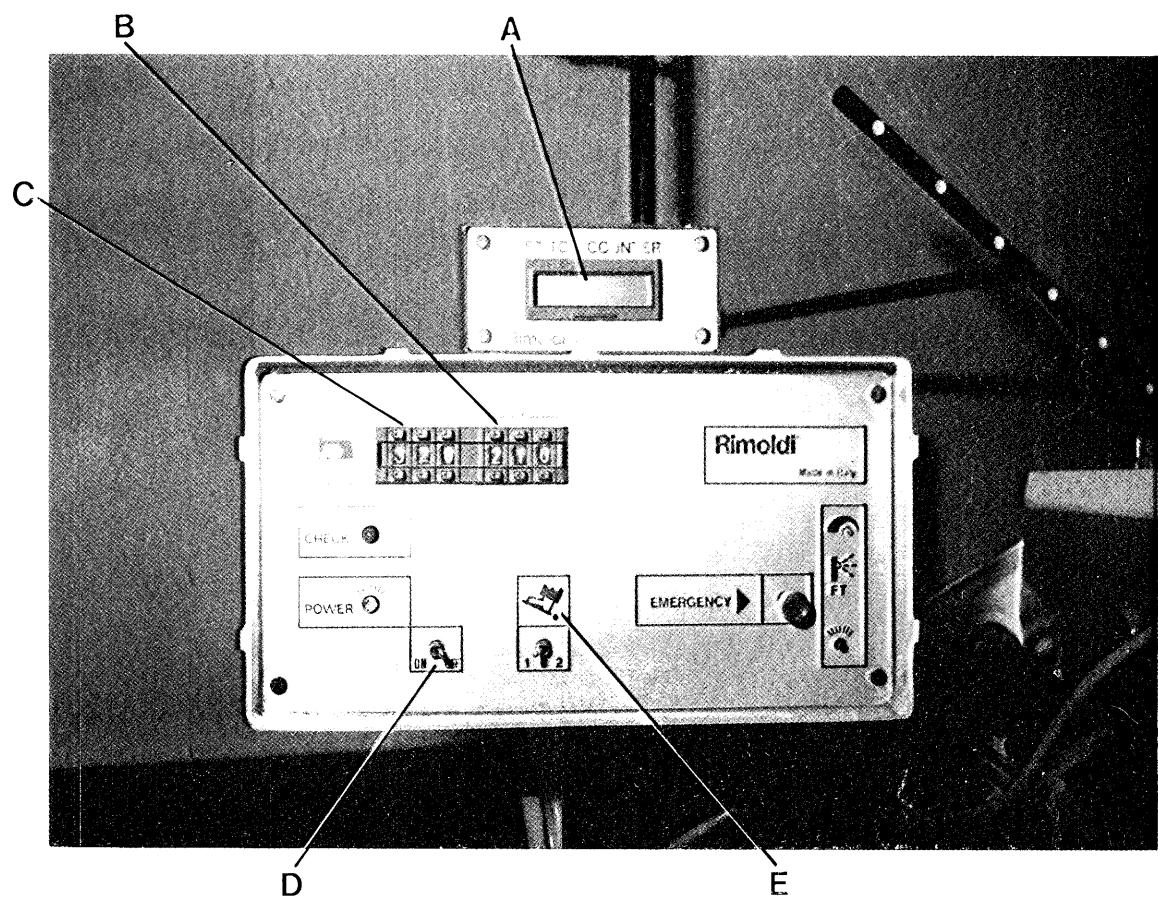

Fig. 5
A l'allumage du moteur, le led rouge de la cellule photo-électrique (qui s'éteindra quand elle sera couverte) et le led POWER (Fig. 5) s'allumeront.
- 10) Lire sur le "STITCH COUNTER" A (Fig. 5) le numéro des points dont il y a eu besoin pour l'exécution de l'opération.
Rapporter ce numéro sur la petite fenêtre A de la console (Fig. 5).
Après avoir mis au point les dispositifs avec soufflerie, et avoir mis le petit levier sur "ON" (Fig. 5) il est possible de commencer les coutures en automatique.
- 6) "STITCH COUNTER" A und die Spalten B und C auf dem Display der Bedienungskonsole nullstellen (Abb. 5).
- 7) Schalter D (Abb. 5) - OFF einstellen (manuell)
IDEOGRAMM Pedal E (Abb. 5) - Hebel rechts abschwenken.
Mit Motor an, zündet sich das rote Led der Fotozelle an (und löscht nach Bedeckung aus), sowie das Led POWER (Abb. 5).
- 10) Auf dem "STITCH COUNTER" A (Abb. 5) die Stichzahl ablesen, welche zur Durchführung der Operation erforderlich war.
Diese Zahl in die Spalte B der Bedienungskonsole (Abb. 5) eintragen.
- 6) "STITCH COUNTER" A (Abb. 5) nullstellen.
- 10) Auf dem "STITCH COUNTER" A (Abb. 5) die Stichzahl ablesen, welche zur Durchführung der Operation notwendig war.
Wenn die Luftpulen eingestellt sind und der Hebel auf "ON" gesetzt ist (Abb. 5), kann der automatische Nähvorgang anfangen.